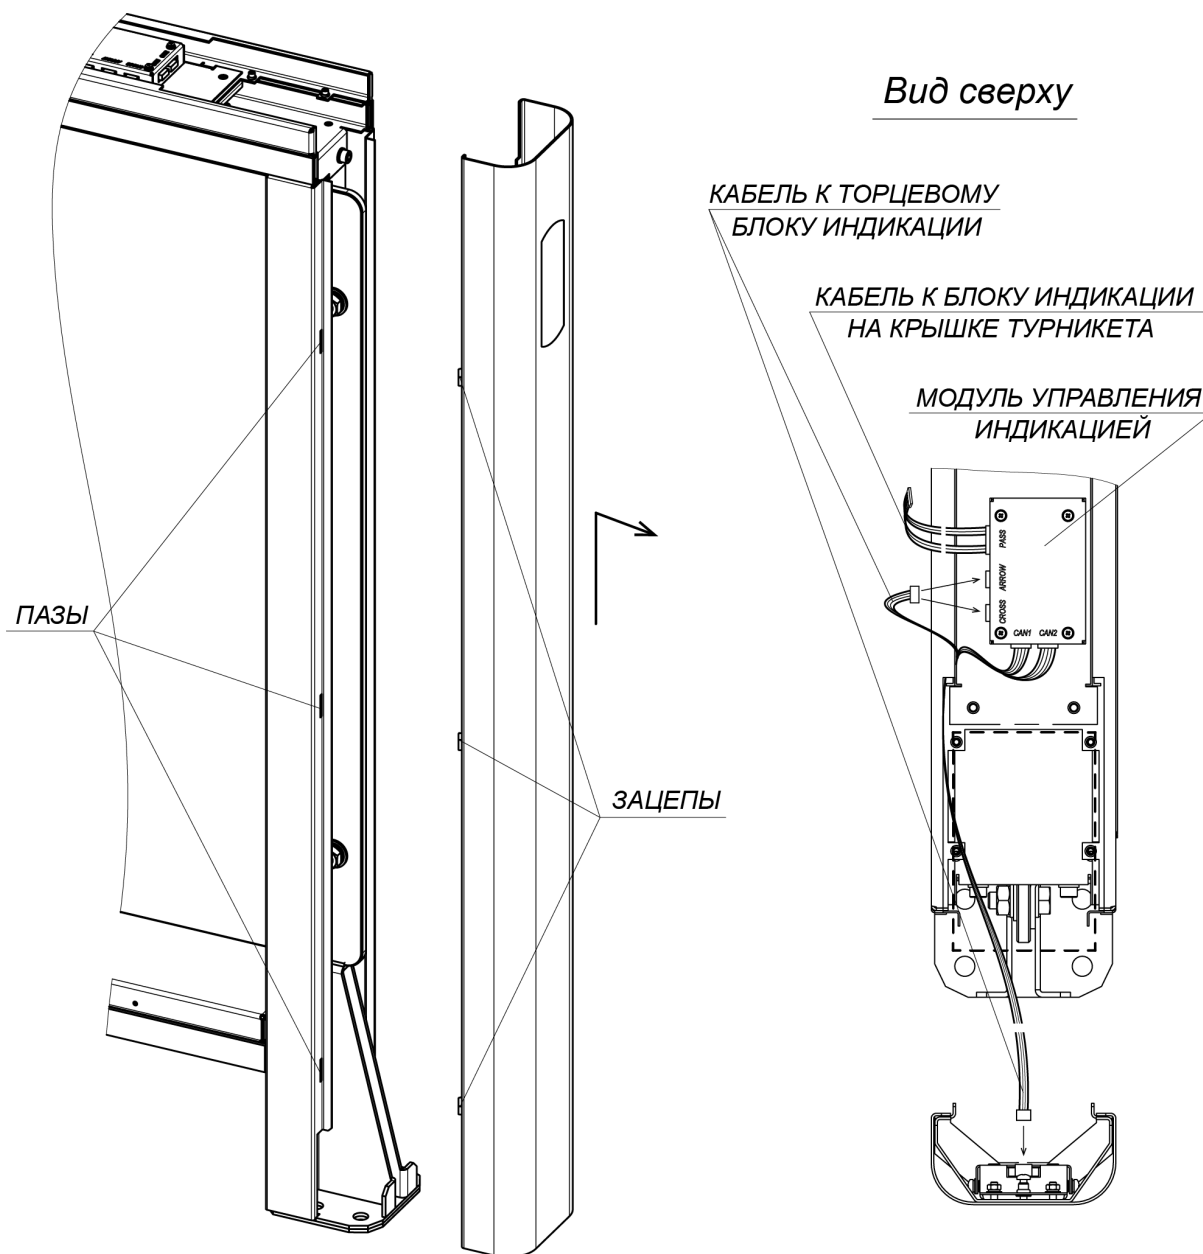

Рисунок 22. Снятие передней панели боковой стойки
21. При необходимости произведите монтаж считывателей карт доступа: либо на предусмотренные для этого полки в верхнем коробе на торцах стойки (см. рис. 22), либо непосредственно на верхних крышках секций снизу (**PERCo-MR07 OEM**). Для фиксации считывателей используйте двусторонний скотч и при необходимости неметаллические подкладки, чтобы расположить его как можно выше (т.е. ближе к верхней поверхности крышки) с целью увеличить дальность считывания. Кабели от считывателей аккуратно проведите через верхний короб и центральную стойку к месту ввода кабеля от контроллера СКУД, используя штатные окна в деталях корпуса секции. Кабели не должны проходить между отверстиями для крепления верхней крышки секции и вблизи них, чтобы не повредить кабели при установке крышки. Для крепления кабелей применяйте самоклеящиеся площадки и кабельные стяжки. Не допускается крепление к
24. Установите на свои места передние панели боковых стоек (8) (разд. 8.9.2). После установки проверьте, чтобы верхний край панелей находился на одном уровне с корпусом секции. Панель с торцевым блоком индикации устанавливается с того края секции, где находится модуль управления индикацией, который закреплен на одной из двух стальных защитных пластин в верхнем коробе (см. рис. 22). При этом к торцевому блоку индикации необходимо подсоединить соответствующий соединительный кабель от модуля управления индикацией. Для отображения на торцевом блоке индикации белой стрелки соединительный кабель должен быть подключен к разъему **ARROW** модуля управления индикацией, для отображения красного креста – к разъему **CROSS** (см. разд. 8.9.2, рис. 22).
Для снятия передней панели боковой стойки (8) – сдвиньте ее вдоль стойки вверх и затем на себя, выводя зацепы панели из пазов в боковой стойке (см. рис. 22). Осторожно, не повредите соединительный кабель! Отсоедините разъем соединительного кабеля от платы блока индикации.
Перед монтажом верхней крышки (10) необходимо проверить, подключены ли к модулю управления индикацией все необходимые соединительные кабели (см. рис. 22, разд. 8.9.2).
- Подключите соединительный кабель от модуля управления индикацией (разъем "PASS", рис. 22) к блоку индикации крышки (для **STC-01G, SDC-01G**).
- Возьмите одну из стеклянных частей крышки с блоком индикации и подключите соединительный кабель от модуля управления индикацией (разъем "PASS", рис. 22) к блоку индикации крышки.